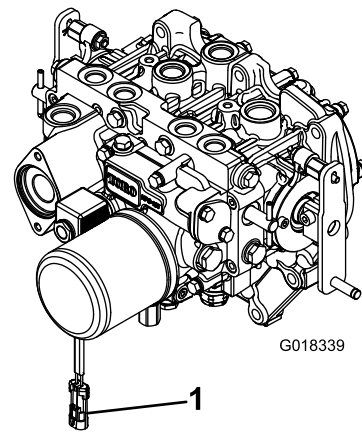

Figura 3
2. Para evitar o engate accidental da embraiagem da tomada de força, desligue o conector elétrico da cablagem do conector da bobina da válvula de solenóide da tomada de força (Figura 3).
8. Depois da outra extremidade do veio propulsor estar ligado ao veio da caixa de engrenagens do acessório, ligue o conector elétrico da cablagem ao conector da bobina da válvula de solenóide da tomada de força (Figura 3).